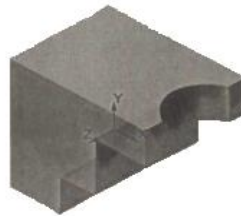

Рис. 111
20. Для получения полукруглого выреза повторите пп. 12-16 настоящего упражнения для эскиза выреза. Получим вырез, показанный на рис. 111.